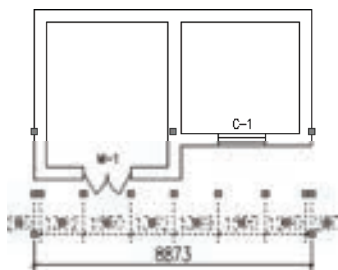

图9-72 打开素材
1) 按〈Ctrl+O〉组合键，打开配套光盘提供的“第9章/9.2.6 尺寸打断.dwg”素材文件，结果如图9-72所示。